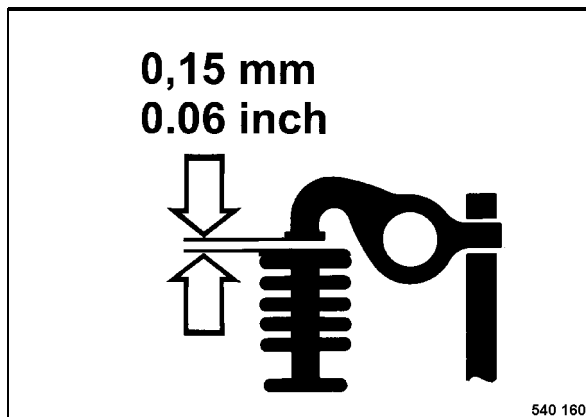

Fig. 41
- Comprobar el juego de válvulas de ambas válvulas (Fig. 41) haciendo uso de una galga de espesores.